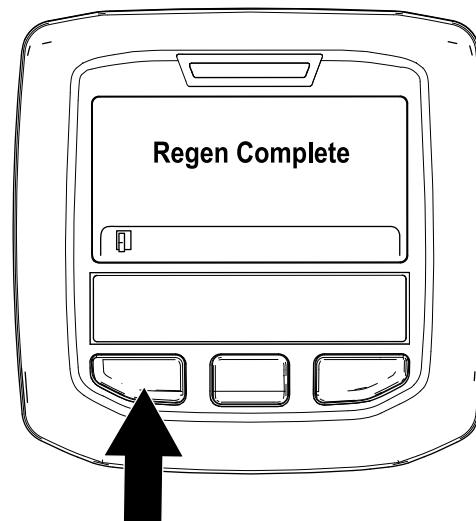

Figura 35
9. La regeneración con la máquina aparcada ha finalizado cuando se muestra el mensaje “Regen Complete” (Regeneración completada) en el InfoCenter. Pulse el botón de la izquierda para salir a la pantalla de inicio (Figura 35).